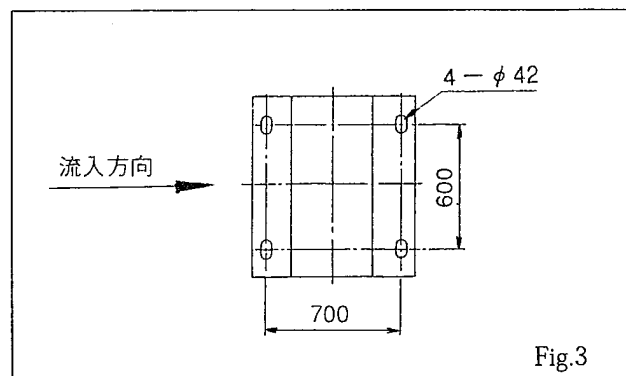

Fig.3
- (1) ポンプの吐出側に取り付けてください。
- (2) 設置場所には基礎コンクリート打ちを行ない、Fig.3の寸法に従いアンカーボルトを設置してください。アンカーボルトは“JISB-1178L型”の中から選定してください。
- (3) 配管歪を与えないようにしてください。
- (4) 分解点検時に必要なスペースを取ってください。周囲1m以上のスペースが必要です。
- (5) 新設配管の場合、流量計を接続する前に全配管のフラッシングを行ない、完全に夾雑物を取り除いてください。